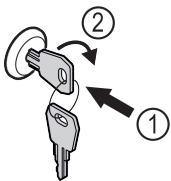

Fig. 120
- ▶ Klíč zasuňte dovnitř Fig. 120 (1).
- ▶ Otáčejte klíčem o 90° ve směru hodinových ručiček Fig. 120 (2).